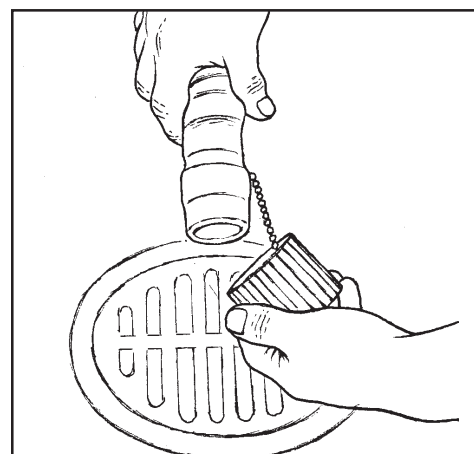

Abb. 34
- 2.) Öffnen Sie das Ventil ganz, indem Sie das Gehäuse bis zum Anschlag nach links drehen. Ziehen Sie das Gehäuse vom Ventil ab (Abb. 34).